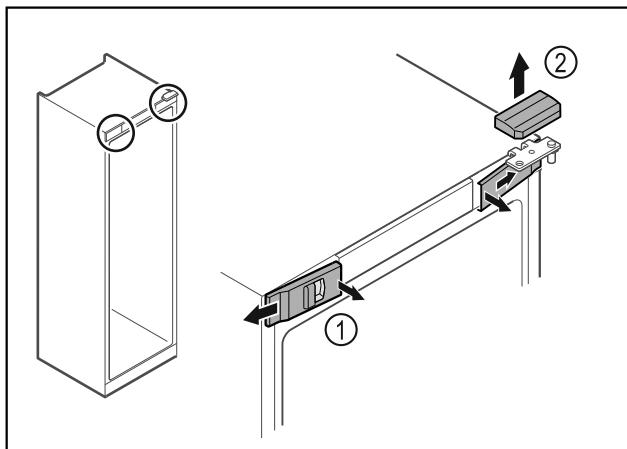

Fig. 10
- Ξεκουμπώστε εσωτερικά τα μπροστινά καλύμματα Fig. 10 (1) και αφαιρέστε τα προς το πλάι.
- Αφαιρέστε προς τα επάνω το επάνω κάλυμμα Fig. 10 (2).